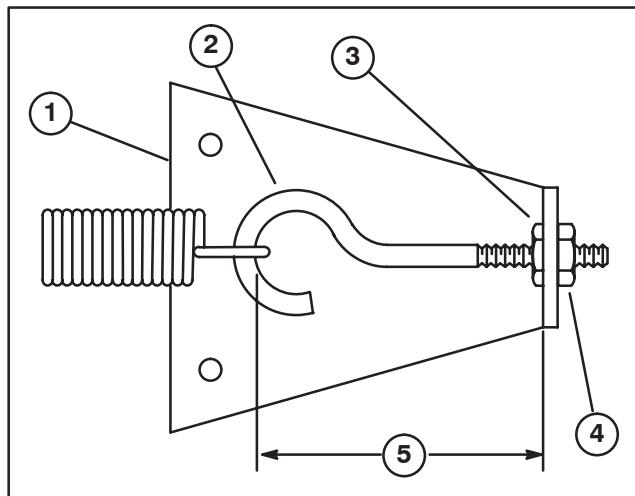

Figura 64
4. Rode no sentido dos ponteiros do relógio até a distância entre o interior do circuito do parafuso com olhal e o interior da placa do fixador da mola for reduzida para 3 mm, como indicado na Figura 64. Aperte a porca sextavada.